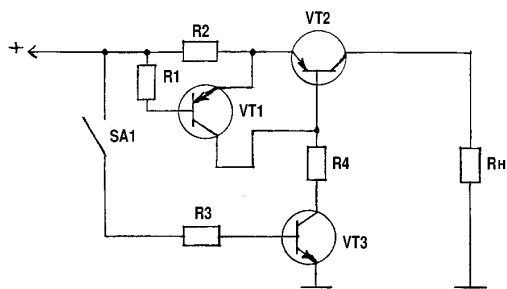

рис. 1
1) на резисторе, включенном в разрыв плюсового провода питания (рис. 1). При токовой перегрузке падение напряжения на резисторе R2 открывает транзистор VT1, который шунтирует эмиттерный переход транзистора VT2, и он закрывается;